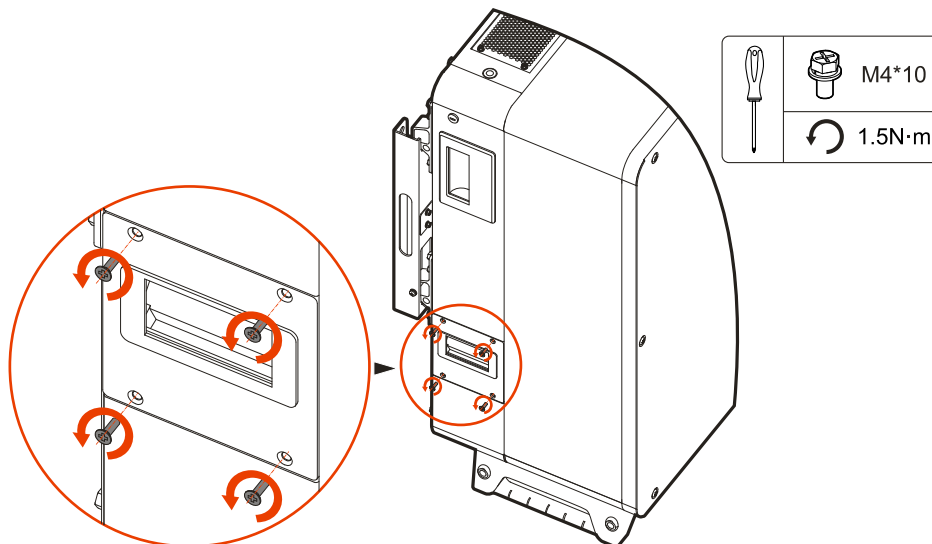

Рисунок 5-1 Ослабление винтов
- Шаг 2 Ослабьте винты крышки вентилятора, как показано на рис. 5-1.